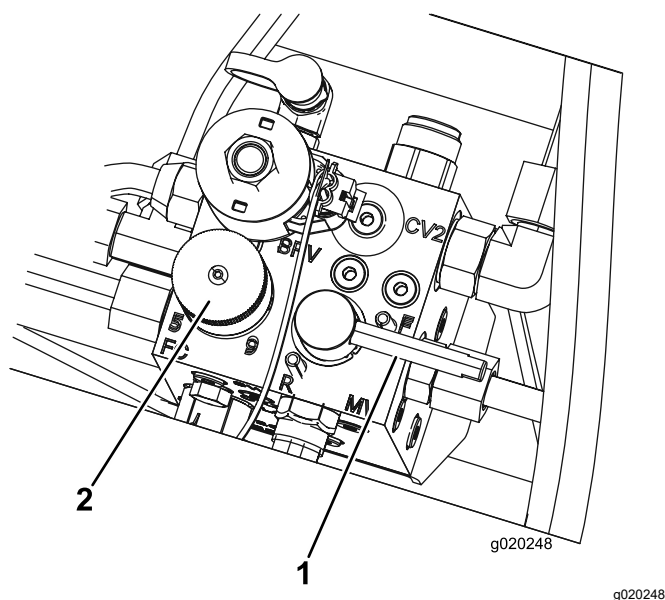

Рисунок 80
5. Установите регулятор скорости барабана в положение 1 (Рисунок 80).
6. Установите рычаг заточки обратным вращением в положение R обратное вращение (Рисунок 80).